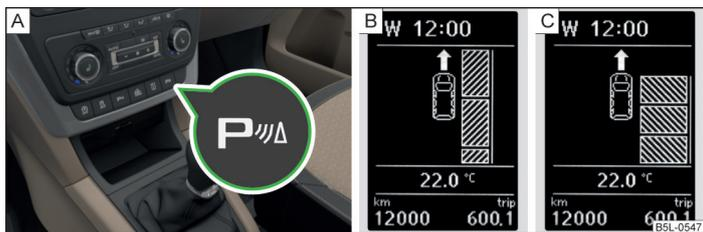

Fig. 122 Tecla de sistema / indicador de pantalla
Con el sistema activado, se enciende en la tecla el testigo  » fig. 122 de la página 154 - A.
- Pulse **un vez** la tecla de símbolo » fig. 122.
En la pantalla se muestra lo siguiente » fig. 122 - .
- Pulse **dos veces** la tecla de símbolo » fig. 122.
- Pulse **un vez** la tecla de símbolo  » fig. 122 de la página 154.